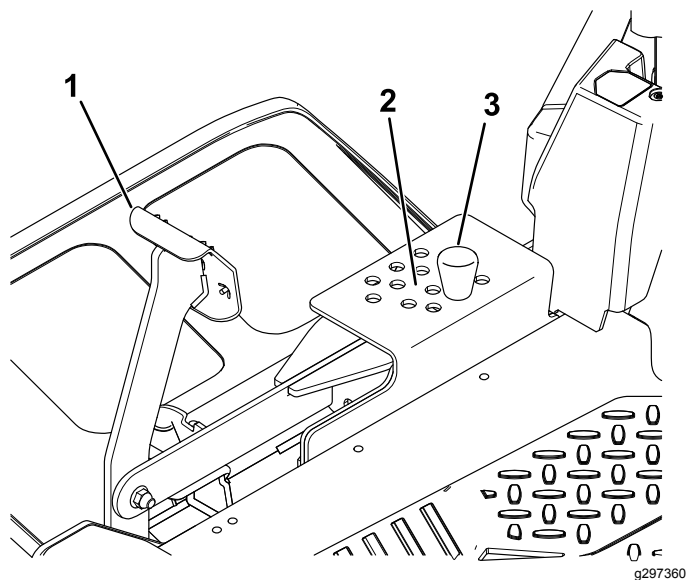

Figure 22
2. Pour changer la hauteur de coupe, retirez la goupille du support de hauteur de coupe (Figure 22).
3. Insérez la goupille dans le trou du système de hauteur de coupe correspondant à la hauteur de coupe voulue (Figure 22).